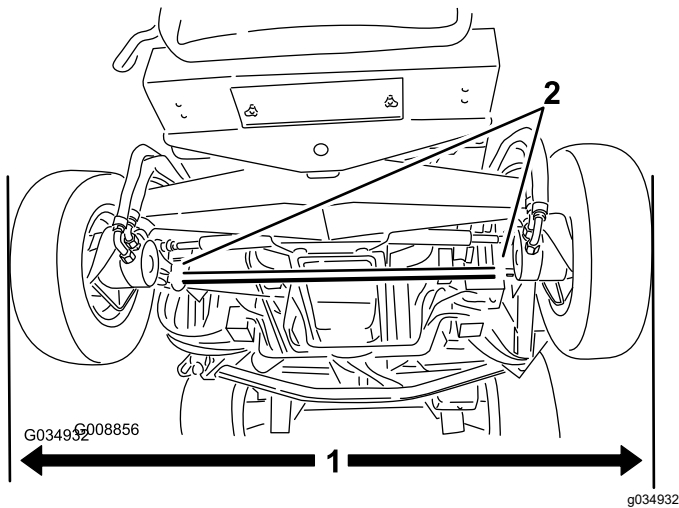

Bild 117
1. Wenn die Hinterreifen gerade stehen, messen Sie den Außenabstand (auf Achshöhe) vorne und hinten an den Hinterreifen (Bild 117).
2. Lockern Sie zum Einstellen der Vorspur die Klemmen an beiden Enden der Spurstangen (Bild 117).